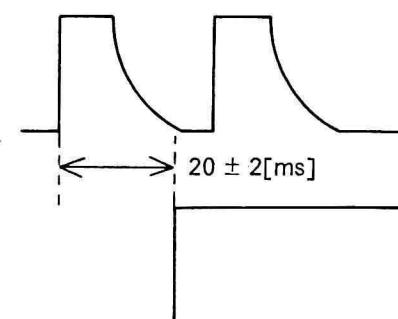

图10
②将慢放寻迹电位器置于固定位置;
- ③以SP方式用空白磁带记录彩条信号并重放;
- ④通过红外遥控器将录象机置于慢速放象;
- ⑤调节VR2011, 使相位移为 $20 \pm 2 \text{ ms}$, 如图10所示。